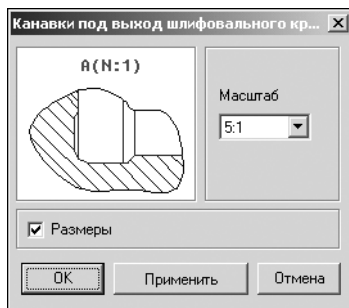

Рис. 5.6.
3. Щелчком мыши выберите в развернувшемся меню команду **Выносной элемент**. Откроется окно **Канавки под выход шлифовального круга** (рис. 5.6).